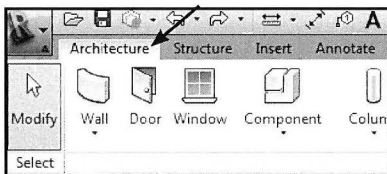

Fig. 05.03. Find Walls under fanebladet Architecture.
- Klik på *Architecture - Wall* (Fig. 05.03).